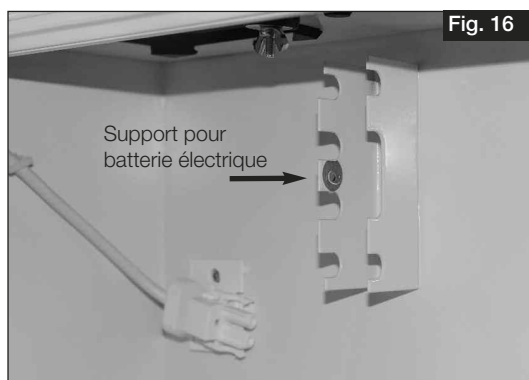

Fig. 16
1. Positionner et fixer la résistance électrique de préchauffage KWL EVH...W (accessoire) sur le support prévu à cet effet (fig. 16 et 17).